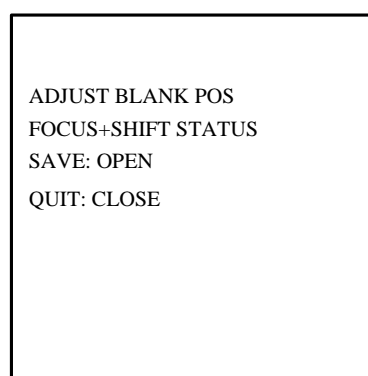

Figura 3.3.24
1. Utilice el joystick o los cursores para posicionar el cursor al lado de *SET BLANK* y presione *IRIS+* para acceder al menú (figura 3.3.24). Aparecerá una ventana color púrpura (el color dependerá del modelo).